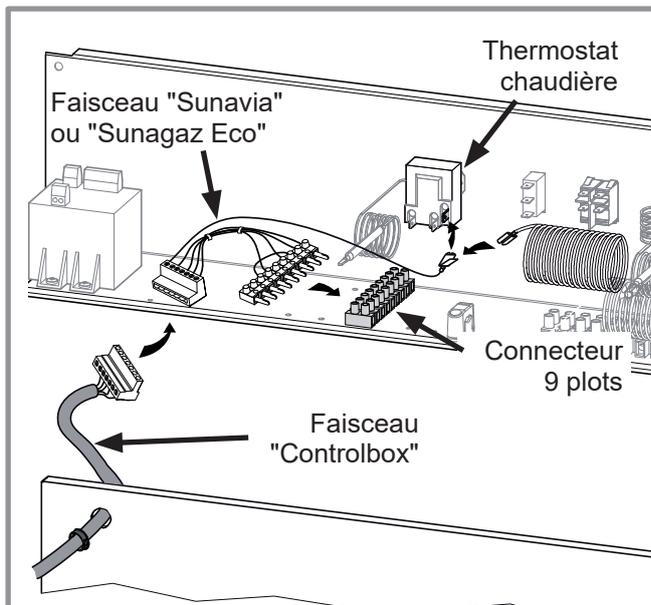

figure 12 - Sunavia 5000 - Sunagaz ECO 4000
- Supprimer les shunts branchés sur le connecteur 9 plots (figure 12).